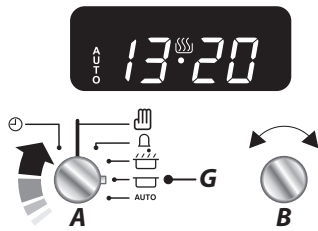

Abb.3.6
2. Drehen Sie den Einstellknopf (B) auf die gewünschte Zeitdauer. Das Display zeigt nun die aktuelle Uhrzeit sowie die gewünschte, eingestellte Zeitdauer an (**Abb.3.6**).